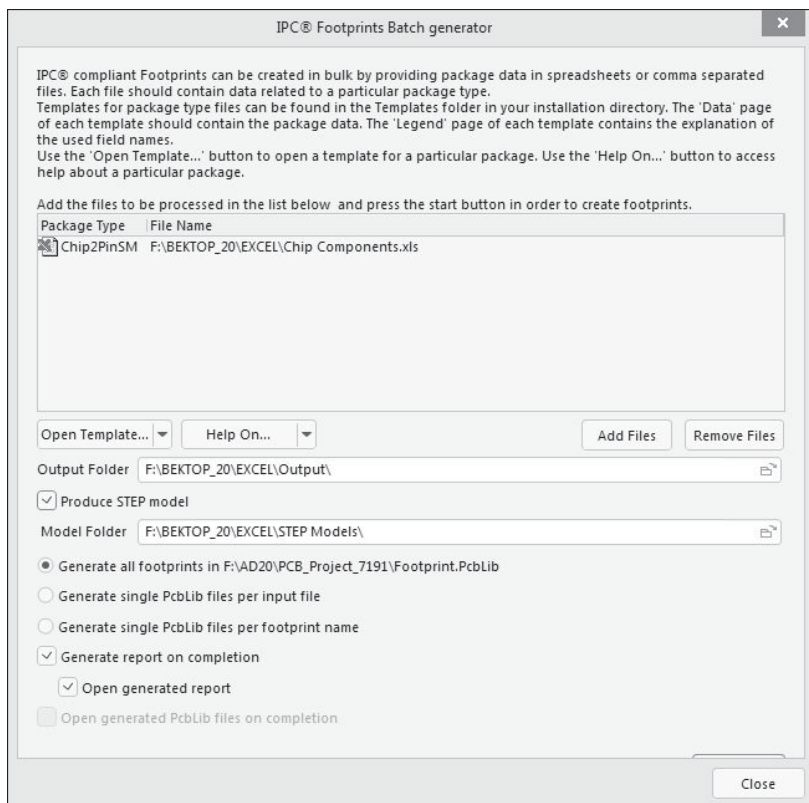

Рис. 2.21. Окно настройки пакетного генератора ТПМ
1. В открытом документе графического редактора ТПМ \*.PCBLib запустить команду главного меню **Tools | IPC Footprint Batch generator** — откроется диалоговое окно ввода исходных данных (рис. 2.21).
Кроме двумерного посадочного места программа автоматически генерирует простое трехмерное изображение компонента в тех размерах, которые были указаны в таблице MS Excel, а в случае, если в окне «Генератора» (рис. 2.21) активна опция **Produce STEP Model**, формирует STEP-модель корпуса компонента.